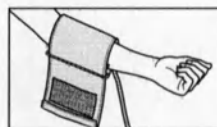

Рис. 5
2. Наденьте манжету на левую руку, при этом трубка должна быть направлена в сторону ладони (рис. 5). Если измерение на левой руке затруднено, то измерять можно на правой руке. В этом случае необходимо помнить, что показания могут отличаться на 5-10 мм рт. ст., а в некоторых случаях и более.